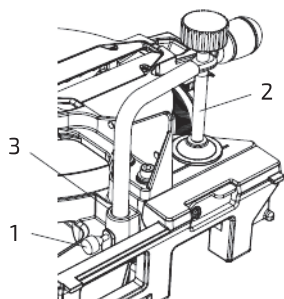

Рис. 7
1. Ослабить блокирующую рукоятку тисков (1) в задней части основания пилы (рис. 7).